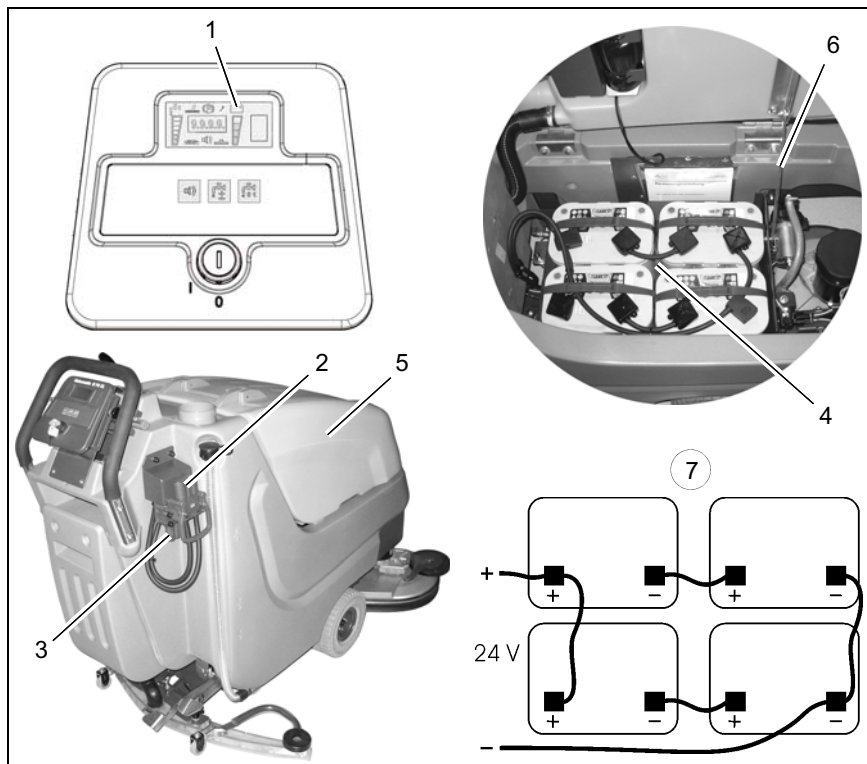

Abb.7
Handhabung und Wechseln der Batterien darf nur durch Wartungspersonal erfolgen. Während des Betriebes signalisiert die TSG-Anzeige (Abb. 7/1) den Ladezustand der Batterien. Bei entladenen Batterien blinkt das Batteriesymbol und ein akustisches Warnsignal ertönt. Die Funktionen der Maschine sind eingeschränkt. Fahren Sie umgehend zur Ladestation und führen Sie eine vollständige Ladung durch.
1. Batteriestecker (Abb. 7/2) abziehen.
3. Ladekabel des Ladegerätes mit der Steckdose (Abb. 7/3) an der Maschine verbinden.
3. Entleerten Schmutzwassertank (Abb. 7/5) öffnen und mit dem Aufsteller (Abb. 7/6) sichern.
4. Batteriestecker (Abb. 7/2) trennen.
2. Entleerten Schmutzwassertank (Abb. 7/5) öffnen und mit dem Aufsteller (Abb. 7/6) sichern.
4. Batteriepole gemäß Anschlußplan (Abb. 7/7) mit den im Beipack befindlichen Verbindungskabeln verbinden. Auf festen Sitz achten und Pole einfetten.